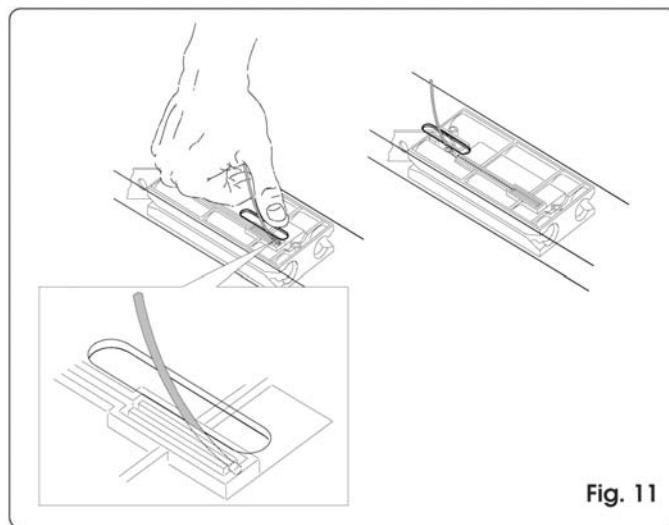

Fig. 11
- 2) Introduire l'extrémité du câble dans le logement rouge prévu à cet effet (fig. 11).